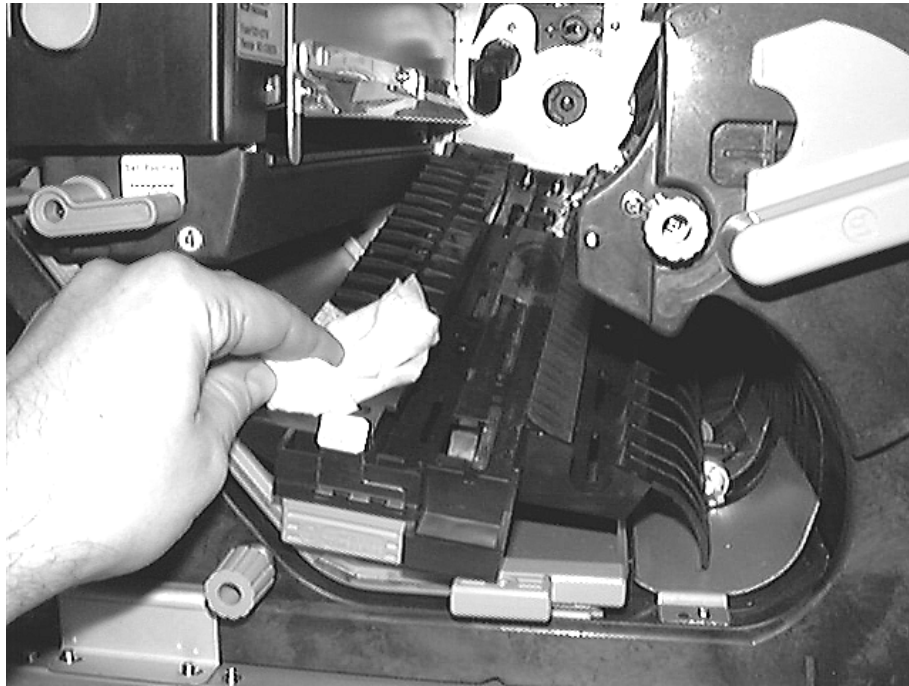

Abbildung 5-9 Reinigen der Führung der Übertragungseinheit
2. Verwenden Sie die mitgelieferten Reinigungstücher oder den Handstaubsauger, um Toner und Staub von der Außenseite der Führung der Übertragungseinheit zu entfernen. Reinigen Sie die gesamte Führung bis zur Rückseite. Siehe Abbildung 5-9.